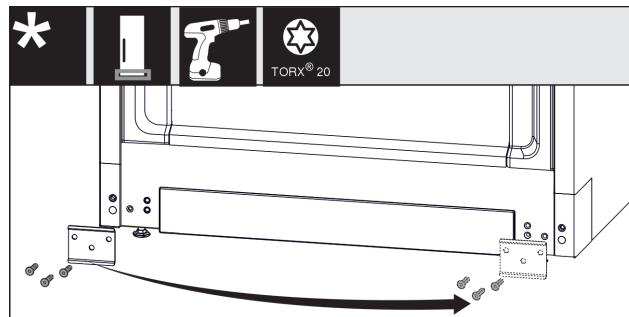

Fig. 13
- Открутите лист, переставьте на другую сторону и снова прикрутите. Fig. 13 (1)